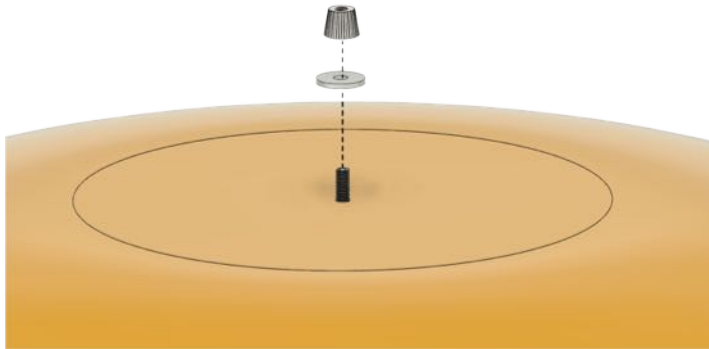

Abb. 9
6. Die Mutter mit der Unterlegscheibe an der Oberseite der Hülle entfernen (Abb. 9).